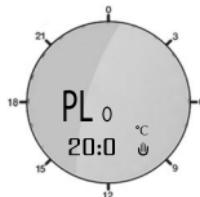

Рисунок 9. Индикация настройки энергосберегающей температуры
Далее для перехода настройку энергосберегающей (минимальной) температуры необходимо еще раз нажать клавишу меню ☰ (1) – на дисплее появится индикация, соответствующая рис. 9. Для изменения текущего значения используйте клавиши ▲ (10) и ▼ (11).